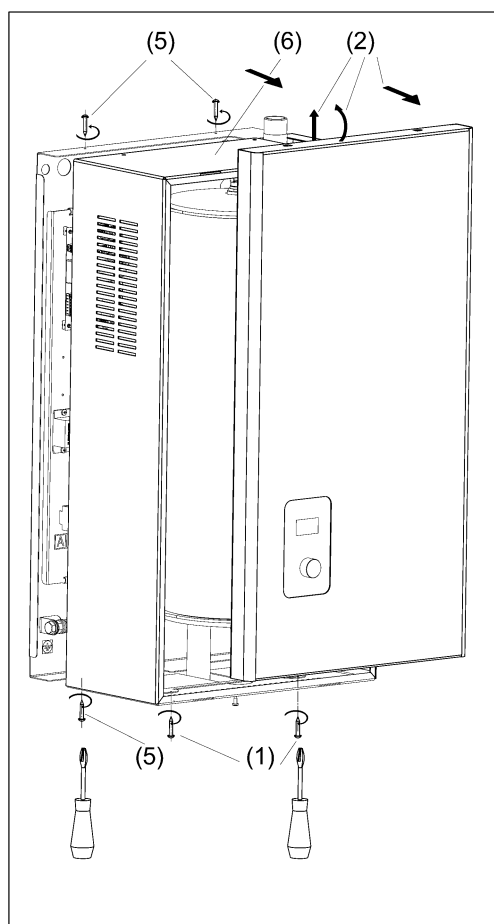

Рисунок 6. Снятие лицевой панели и кожуха
(3) Снимите кожух котла (см. рис.6).
(4) Выполните установку и фиксацию котла на вертикальное основание.
(5) Выполните электрическое подключение котла к сети и электромонтаж других компонентов (контактор, насос, 3-ходовой клапан ГВС, датчики температуры и т.п) согласно требованиям раздела 6.
(6) Установите кожух котла.
(1) Выверните два самореза с нижнего торца панели (см. рис. 6).
(2) Выдвиньте лицевую панель на себя и слегка приподнимите.
(3) Отсоедините шнур коммутационный от блока управления (разъём подсоединён с тыльной стороны).
(4) Уберите панель в сторону в безопасное место
(5) Выверните четыре самореза с нижнего и верхнего торца кожуха (см. рис.6).
(6) Снимите кожух